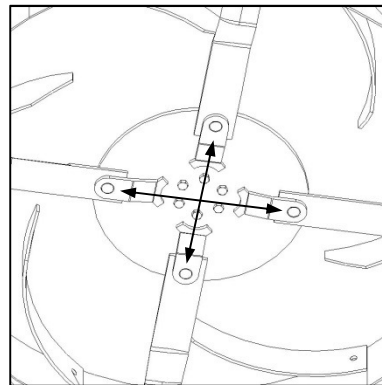

Fig. 7
- ✔ Weigh blades before installation. Blades of nearest equivalent masses should be installed in opposing positions on the same cutting gear assembly to maintain balance (Fig. 7).
- ✔ Weeg lemme voor hulle aangebring word. Lemme met die naaste eenderse massas moet teenoor mekaar op dieselfde snymeganismonterings aangebring word om balans te handhaaf (Fig. 7).